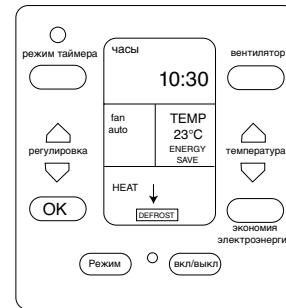

Рис. 13. Показания на жидкокристаллическом дисплее, когда кондиционер находится в режиме оттаивания
- Когда наружная температура является низкой, а влажность высокой, на наружном блоке кондиционера образуется иней, который снизит эффективность нагрева. При возникновении такого явления контроллер автоматически запустит цикл оттаивания. В ходе такого цикла будет остановлен режим нагрева, и загорится надпись **Defrost**. После окончания цикла оттаивания кондиционер автоматически продолжит нагрев (Рис.13).